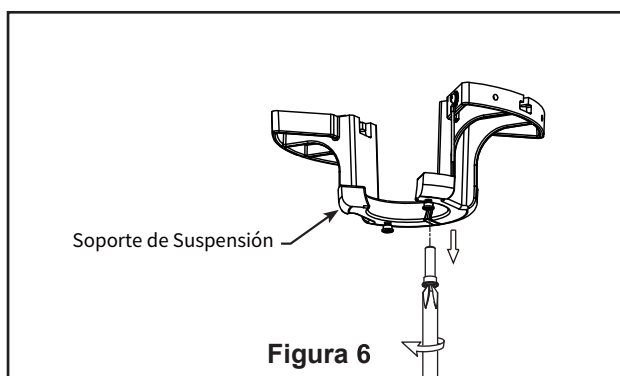

Figura 6
- Retire uno de los dos tornillos con resalte en el soporte de suspensión y guarde el tornillo para utilizarlo después. Afloje el segundo tornillo con resalte sin retirarlo del todo. (Figura 6)